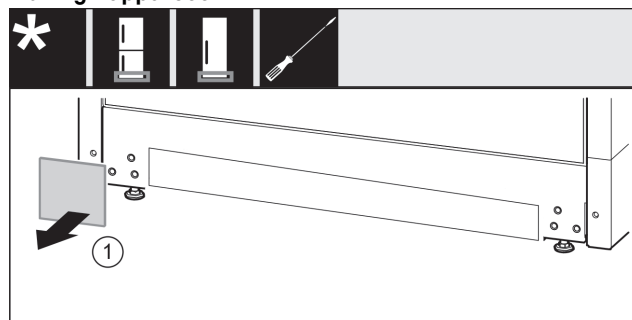

Fig. 31
- Rimuovere la copertura Fig. 31 (1).